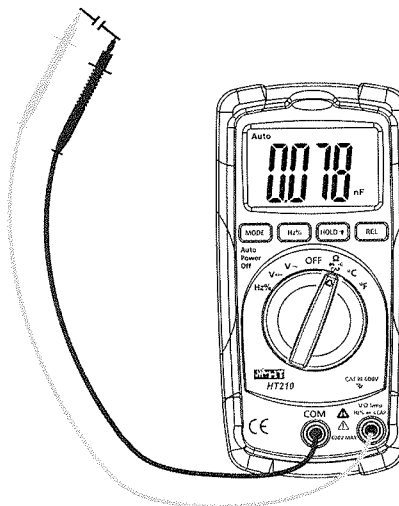

Abb. 7: Kapazitätsmessung
3. Verbinden Sie die Messleitungen wie folgt: die rote Messleitung in die Buchse **VΩTempHz%CAP→** und die schwarze Messleitung in die **COM** Buchse (s. Abb. 7)